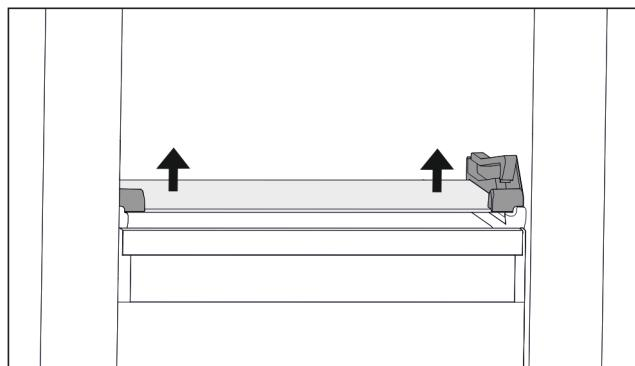

Fig. 70 Стъклена плоча на накланящото се чекмедже
- ▶ Натиснете стъклената плоча от долу нагоре от двете страни. (виж Fig. 70)